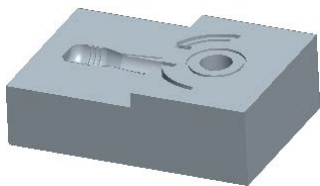

图 10.41 着色后的下半部分体积块
Step5. 在“体积块分割”操控板中单击 **体积块** 按钮, 在“体积块”界面中单击 **1** **体积块_1** 区域, 此时模型的下半部分变亮, 如图 10.41 所示, 然后在选中的区域中将名称改为 lower_vol; 在“体积块”界面中单击 **2** **体积块_2** 区域, 此时模型的上半部分变亮, 如图 10.42 所示, 然后在选中的区域中将名称改为 upper_vol。